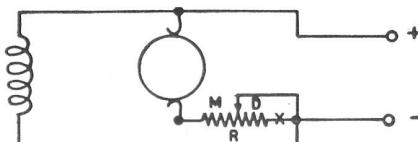

Fig. 138
**Bemerkung 2:** In Fig. 138 ist der Erreger mit dem Anker parallel geschaltet, d. h. er ist dem Einfluss des Anlasswiderstandes unterworfen, was nicht wünschenswert ist. Es ist vorzuziehen, diesen direkt an die Netzkontakte zu legen (Fig. 139).